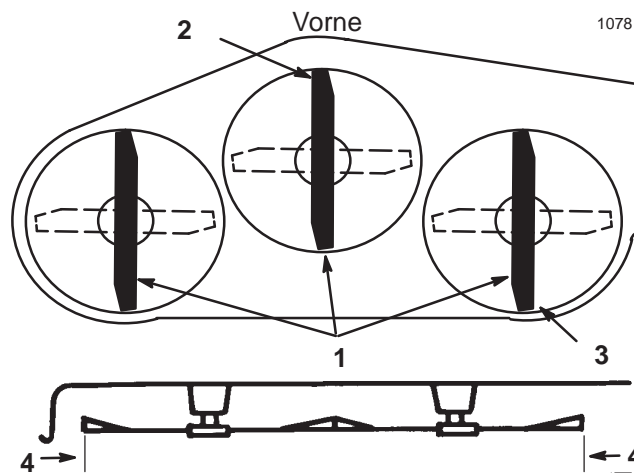

Abbildung 15
- Die Schnittmesser vorsichtig so drehen, daß sie nach vorne und hinten zeigen (Abb. 15).
- Den Abstand zwischen der Spitze des vorderen Messers (Abb. 15) und der Spitze des hinteren Messers zur ebenen Oberfläche messen. Wenn die vordere Messerspitze nicht 0–9,5 mm (0–3/8") tiefer liegt als die hintere Messerspitze, müssen die vorderen Justiergelenke eingestellt werden.